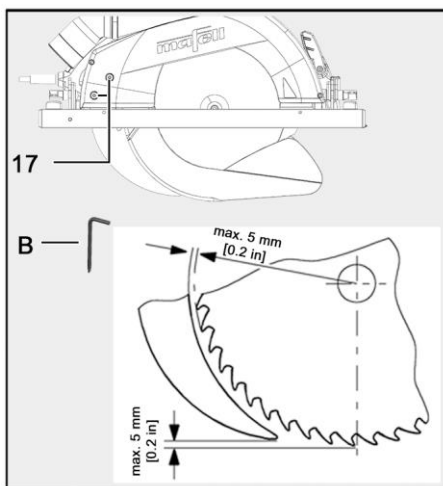

Fig. 52: Distancia de la cuña de partir a la hoja de sierra
- Respete la distancia máxima con la hoja de sierra (ver Fig. 52: Distancia de la cuña de partir a la hoja de sierra).